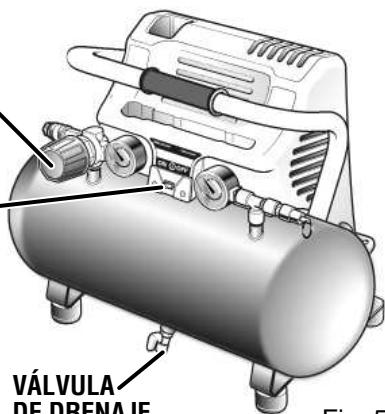

Fig. 5
- Asegúrese de que la válvula de drenaje del tanque está cerrada (consulte la Fig. 5).
- Asegúrese de que el interruptor de alimentación de encendido y apagado (ON/OFF) se encuentra en la posición OFF (apagado) y que el compresor de aire está desconectado (consulte la Fig. 5).
- Asegúrese de que el botón del regulador de la presión está girado por completo en el sentido contrario a las agujas del reloj (consulte la Fig. 5).